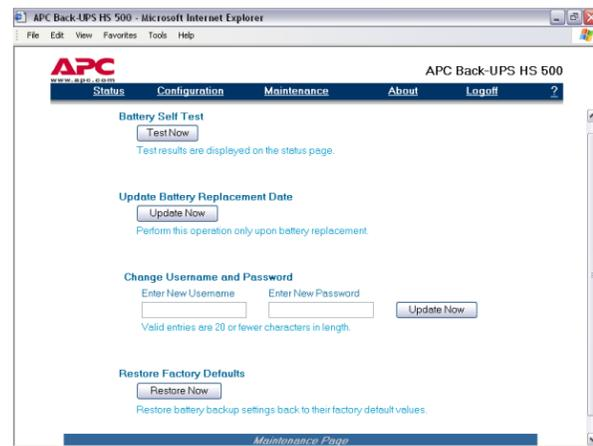

Figure 15. Fenêtre de maintenance
14. La fenêtre **Maintenance** (figure 15) permet d'effectuer l'autodiagnostic de la batterie (**Battery Self-Test**), de mettre à jour la date de remplacement de la batterie (**Update the Battery Replacement Date**), de changer le nom d'utilisateur et le mot de passe (**Change User Name and Password**) puis d'effectuer la mise à jour immédiate (en cliquant sur **Update Now**) et de rétablir les valeurs par défaut (**Restore Factory Defaults**). Remarque : vous devez être connecté pour effectuer ces tâches.